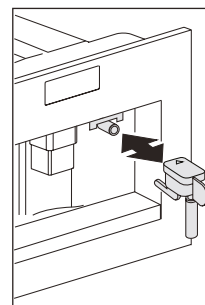

Fig. 13
- Para voltar a utilizar o aparelho, introduza o bico de água quente (Fig. 13) se ainda não estiver em posição e prima o ícone  (B9). Prima o ícone  (B9) em poucos segundos e faça sair água do bico durante cerca de 30 segundos. Quando a dispensa parar, aparecem novamente os modos básicos.